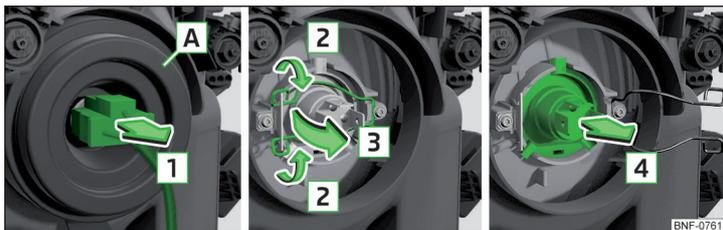

Fig. 141 Remplacez des ampoules des feux de croisement et des feux de route
- Retirez la fiche de l'ampoule dans le sens de la flèche **1** » fig. 141.
- Poussez l'étrier de sûreté en direction du phare, puis décrochez-le dans le sens de la flèche **2** » fig. 141.